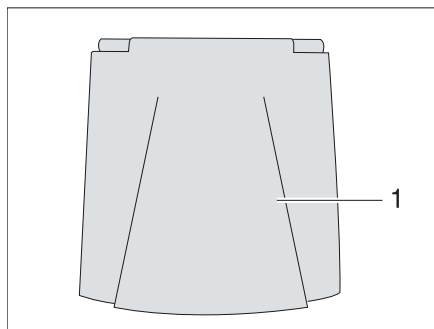

Fig. 37 Raccordement 230 V du portillon extérieur
- Basculer le portillon extérieur (Fig. 37,1) vers le haut.
- Faire basculer vers le bas le portillon extérieur (Fig. 37,1) et le fermer.